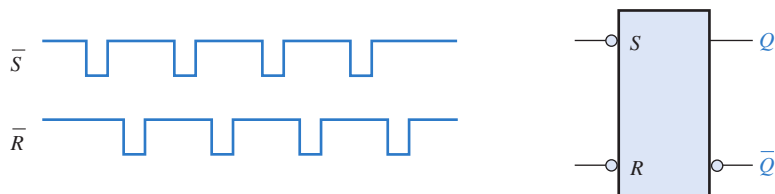

FIGURA 7-68
1. Se as formas de onda vistas na Figura 7-68 são aplicadas no latch com entradas ativas em nível BAIXO, desenhe a forma de onda da saída Q resultante em relação às entradas. Considere a saída Q iniciando em nível BAIXO.